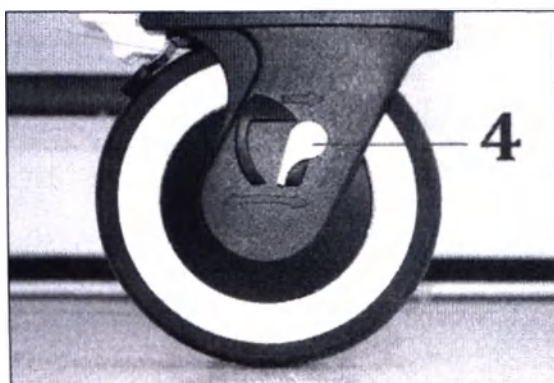

Рис. 8
Для того чтобы привести его в действие необходимо установить рычажок 1 (рис.8) в одну из двух выемок на колесе, затем надавите на рычажок, чтобы он вошел в паз.
Стояночный тормоз (2 на рис.8) позволяет полностью остановить вращение колес.
- ❖ Для того чтобы привести его в действие необходимо нажать вниз на педаль тормоза (2 на рис.8).
- ❖ Отпустить тормоз можно подняв педаль тормоза (2 на рис.8) вверх.